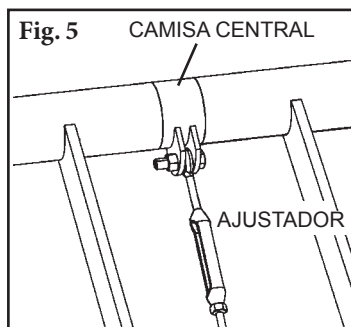

Fig. 5
**PASO 5. Fije el ajustador a la camisa central.** Quite la tuerca y el tornillo de la camisa central, inserte el extremo del ajustador entre los soportes y vuelva a instalar la tuerca y el tornillo (Fig. 5).